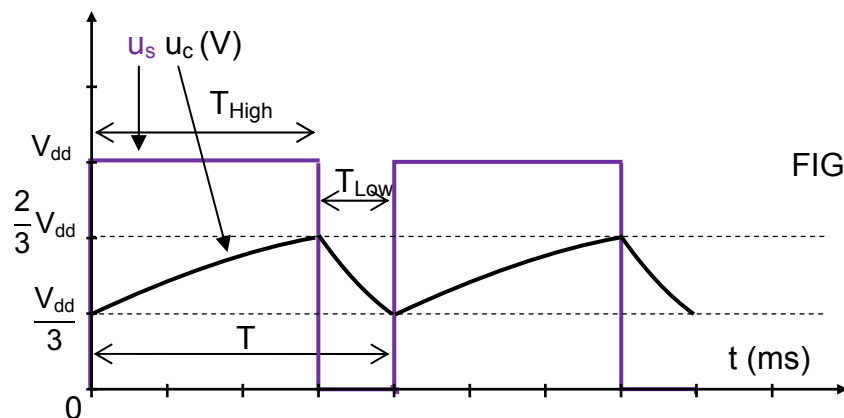

FIGURE 2
A.1.3 Le constructeur donne les chronogrammes de  $u_s$  et  $u_c$  représentés figure 2 et les expressions des durées sont les suivantes :